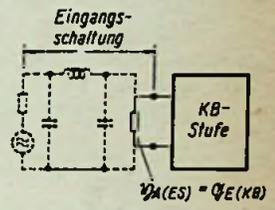

Bild 11. Der Abschlußleitwert der KB-Stufe auf der Eingangsseite ist durch $\mathcal{Y}_A(ES)$ gegeben
b) Der Ausgangsleitwert $\mathcal{Y}_A(ES)$ (Bild 11)
Zur Berechnung des Ausgangsleitwertes der KB-Stufe muß bekannt sein, wie der Eingang dieser Stufe belastet ist ($\mathcal{G}_E(KB)$). Nach Bild 11 ist $\mathcal{G}_E(KB)$ gleich dem Ausgangsleitwert der Eingangsschaltung ($\mathcal{Y}_A(ES)$).